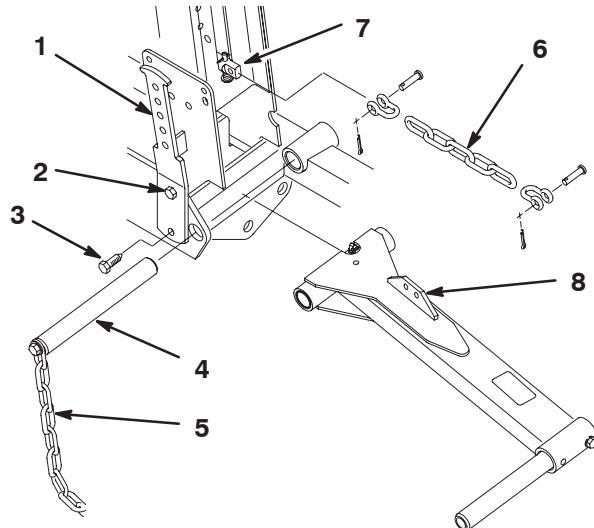

Figure 5
- Serrez la vis supérieure de fixation du bras d'équilibrage gauche au bâti (Fig. 5).
- Retirez la vis inférieure et l'écrou de fixation du bras d'équilibrage gauche au bâti (Fig. 5).
- Tournez le bras d'équilibrage vers l'extérieur pour permettre le retrait de l'axe de pivot du bras de relevage et de la chaîne de basculement (Fig. 5).
- Placez le bras de relevage entre les longerons du bâti, alignez les trous de fixation et insérez l'axe de pivot (Fig. 5). Insérez l'axe de pivot de sorte que le bras d'équilibrage s'engage dans la fente de l'axe. Ne fixez pas le bras d'équilibrage à ce stade.